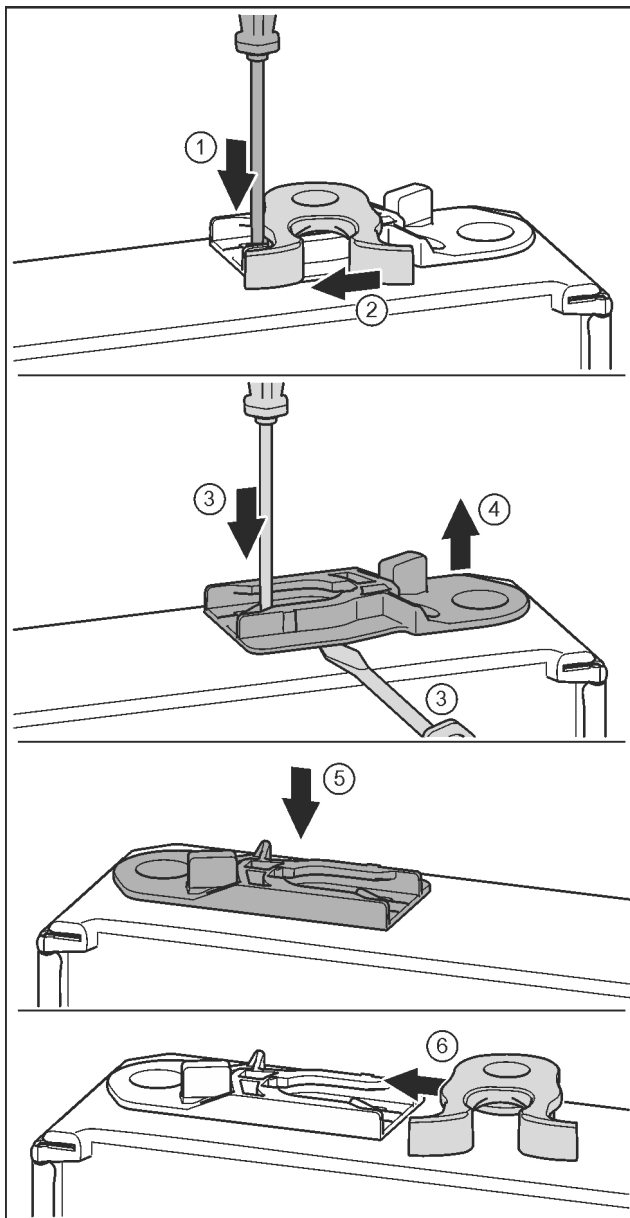

Fig. 19
- ▶ Lip met sleufschroevendraaier naar onder drukken. Fig. 19 (1)
- ▶ Sluithaak uit de geleiding trekken. Fig. 19 (2)
- ▶ Geleidingsbus eruit trekken: Lip met de sleufschroevendraaier indrukken en gelijktijdig de sleufschroevendraaier onder de geleidingsbus plaatsen. Fig. 19 (3, 4)
- ▶ De bij de levering geleverde geleidingsbus op de andere zijde van de behuizing aanbrengen. Fig. 19 (5)
- ▶ Sluithaak in de geleiding schuiven. Fig. 19 (6)